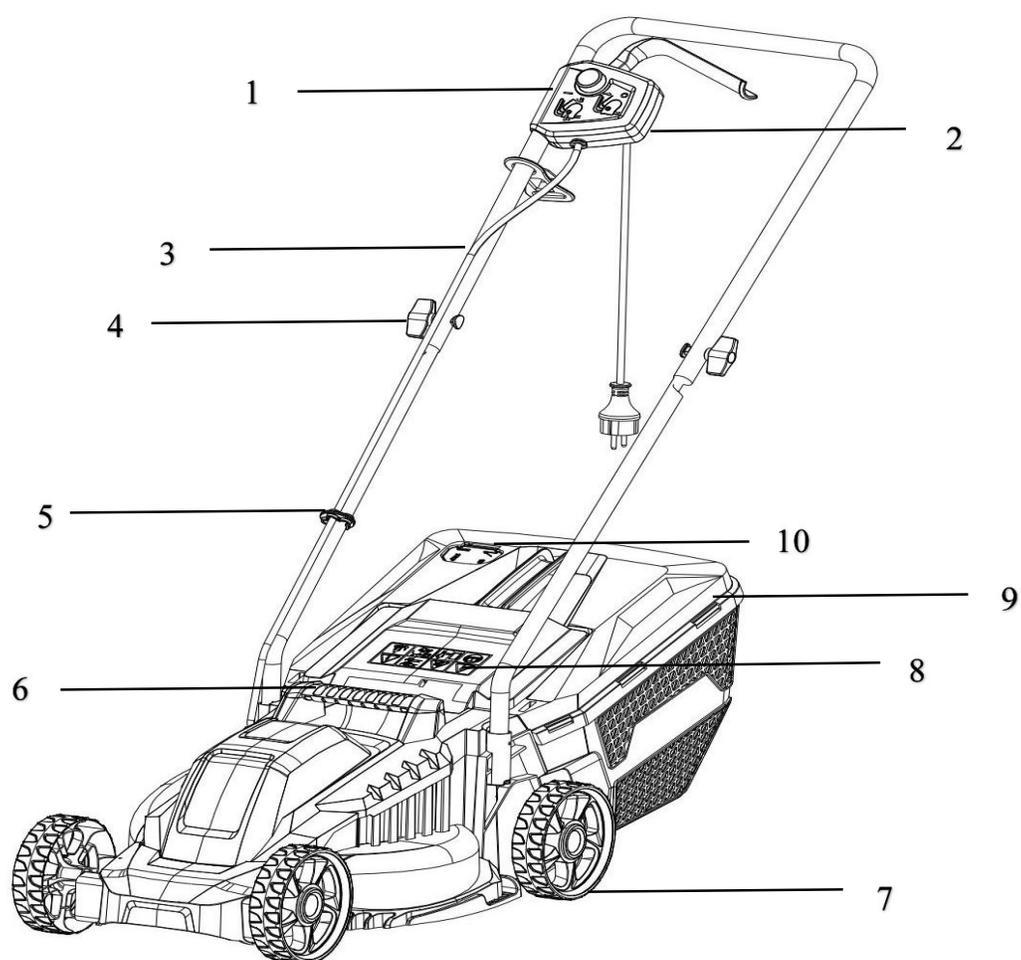

FIG 1
1. Descripción general (Fig.1)
1. Descripción general (Fig. 1)